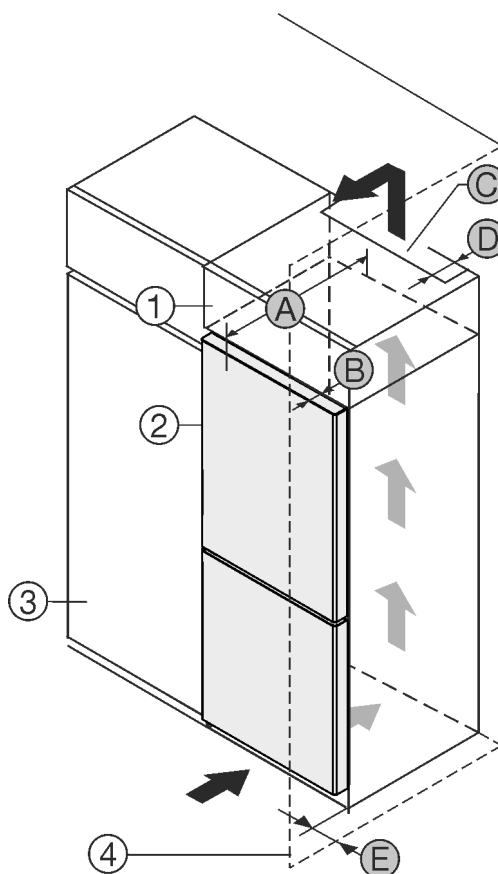

Fig. 1
Můžete přístroj nainstalovat přímo vedle kuchyňské skříňky *Fig. 1 (3)\**.
Na zadní straně nastavné skříňky musí být větrací šachta hluboká *Fig. 1 (D)* přes celou šířku nastavné skříňky.\*
Pod stropem místnosti musí být dodržen ventilační průřez *Fig. 1 (C)\**.
Když přístroj instalujete závěsy vedle stěny *Fig. 1 (4)*, musí být vzdálenost mezi přístrojem a stěnou minimálně 13 mm.\*
Když přístroj instalujete závěsy vedle stěny *Fig. 1 (4)*, musí být vzdálenost mezi přístrojem a stěnou minimálně 20 mm.\*
Aby bylo možné dvířka plně otevřít, musí přístroj přesahovat o hloubku dvířek *Fig. 1 (B)* vůči přední linii kuchyňské skříňky. V závislosti na hloubce kuchyňských skříněk *Fig. 1 (3)* a použití vymezočů odstupů od stěny může přístroj vyčnívat dále.\*